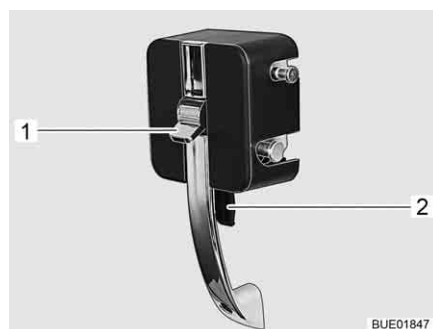

Bild 44 Türschloss Eingangstür, innen
- Den Hebel (Bild 44,2) drücken.
- Den Schieber (Bild 44,1) nach oben drücken. Eine rote Markierung ist sichtbar.